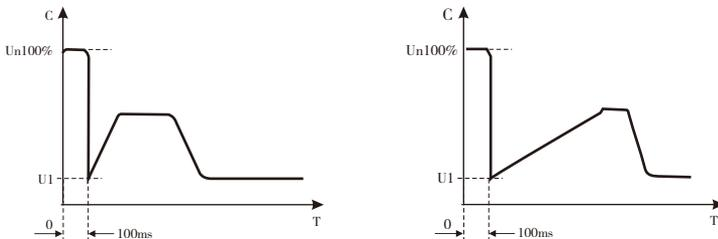

图12-3-1
① 代码F9设置2(突跳+电限流)或设置3(突跳+限流)起动模式，图12-3-1和图12-3-2给出了突跳起动模式的输出变化波形。在某些重载场合下，由于机械静摩擦力的影响而不能起动电机时，可选用此种起动模式。在起动时，先对电动机施加一个较高的固定电压并持续有限的一段时间，以克服电动机负载的静摩擦力使电机转动，然后按限电流或固定电压斜坡方式起动。
② 在用此模式前，应先用非突跳模式起动电机，若电机因静摩擦力太大不能转动时，再用此模式，否则应避免采用此模式起动，以减少不必要的大电流冲击。